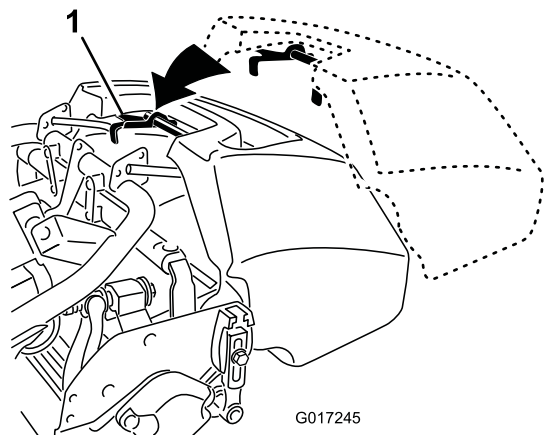

图21
2. 将集草斗凸缘放入滚刀组侧板之间前滚筒之上图21。
3. 将集草斗钩安装到环形机架上 图21。